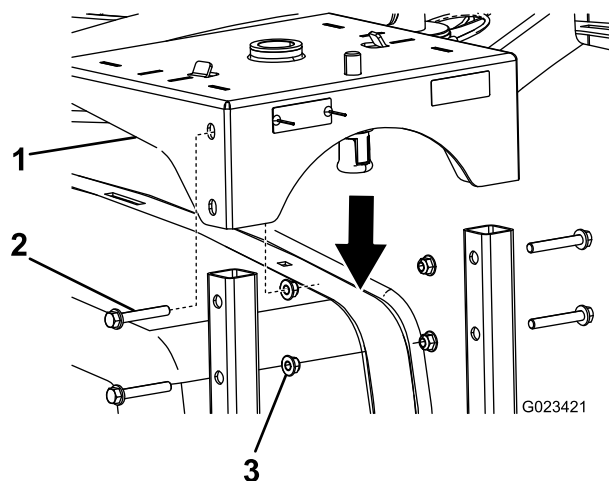

Figura 3
3. Adagiate la base dell'avvolgitubo sui supporti per avvolgitubo e fissatela con 4 bulloni lunghi (3/8 poll.) e 4 dadi flangiati (3/8 poll.) come mostrato in Figura 3.